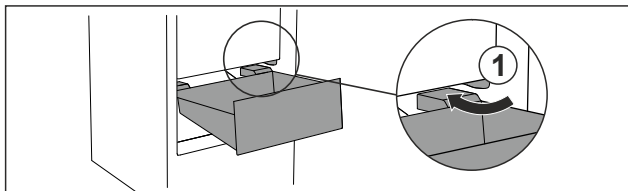

Fig. 92
- Preved'te zásuvku šikmo okolo zarážok Fig. 92 (1).